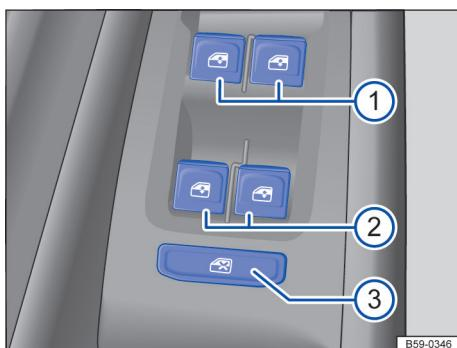

图 68 在驾驶员侧车门内：前部和后部车窗升降器的按钮
→ 图 68 的图例：
：安全按钮 → 图 68③ 停用后门车窗控制按钮。这时按钮中的黄色指示灯亮起。